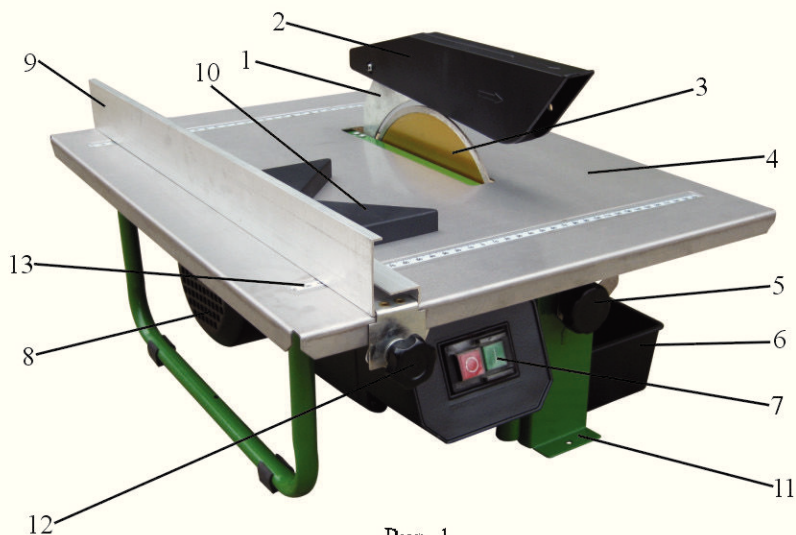

Рис. 1
Общий вид плиткореза модели ПЛЭ - 200/900 представлен на рис. 1
6.1 Установите плиткорез на ровной горизонтальной поверхности стола и зафиксируйте с помощью крепёжных отверстий 11(рис. 1).
6.6 Как показано на рис. 1 установите и зафиксируйте параллельный упор 9 винтами фиксации 12.
7.1.2 Ослабьте крепление двух винтов фиксации наклона 5 (рис. 1) рабочего стола 4 (рис. 1).
7.2.2 Ослабьте фиксацию двух винтов крепления 12 (рис. 1) параллельного упора 9 (рис. 1) с обеих сторон. Затем установите параллельный упор по шкале 13 (рис. 1) на рабочем столе 4 (рис. 1) в необходимое положение и надёжно зафиксируйте винтами крепления. Параллельный упор можно устанавливать с левой или с правой стороны.
8.2 Перед пуском плиткореза убедитесь, что отрезному диску 3 (рис. 1) ничего не мешает и он имеет свободное вращение. Подавайте заготовку к отрезному диску после того, как он наберёт максимальную скорость вращения.
8.5 По окончании резания нажмите кнопку выключателя 7 (рис. 1), дождитесь полной остановки отрезного диска 3 (рис. 1) снимите с рабочего стола 4 (рис. 1) готовую заготовку и уберите ненужные обрезки.
9.3 По завершению уберите поддон 6 (рис. 1), включите плиткорез и просушите отрезной диск на холостом ходу.